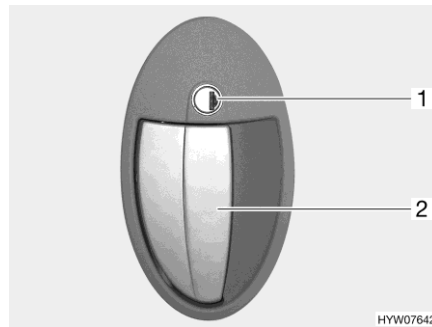

Bild 50 Türschloss (Eingangstür außen)
- Schlüssel in Schließzylinder (Bild 50,1) stecken und im Uhrzeigersinn drehen, bis das Türschloss entriegelt ist.
- Am Türgriff (Bild 50,2) ziehen. Die Tür ist geöffnet.
- Schlüssel in Schließzylinder (Bild 50,1) stecken und entgegen dem Uhrzeigersinn drehen, bis das Türschloss verriegelt ist.